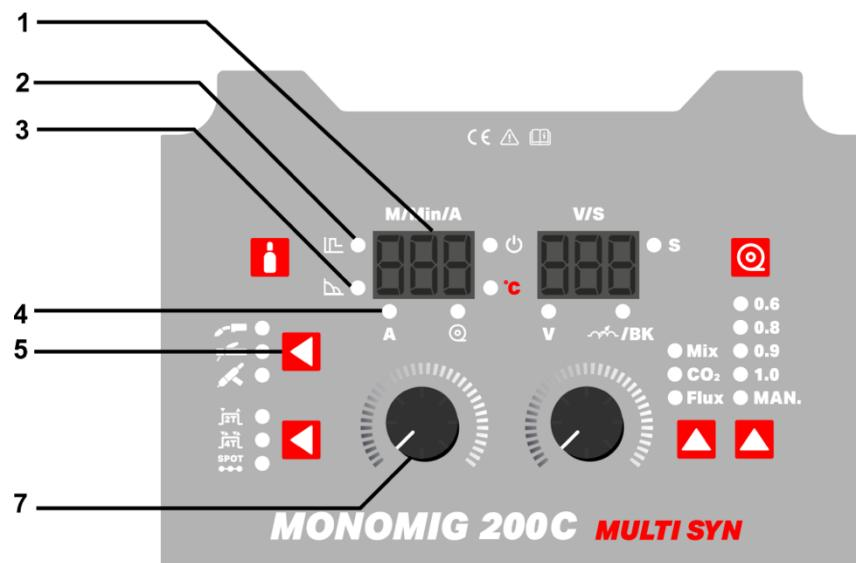

Fig.7
- Selecione soldadura MMA (eléctrodo revestido), pulsando a tecla 5 (Fig.7) até o led MMA acender.
- Regular a corrente de soldadura através do botão 7 (Fig.7) e a corrente desejada visualizara-se no display 1 (Fig.7). Durante a soldadura, este parâmetro está continuamente ativo (girando o botão 7 (Fig. 7), regula-se a corrente de soldadura).
- Selecionar Hot Start pressionando o botão 7 (Fig.7) até que o led 2 (Fig.7) acenda. Ajuste Hot Start - Para melhorar a ignição do arco, ajuste de 0 - 10 girando o botão 7 (Fig.7).
- Selecionar Arc Force pressionando o botão 7 (Fig.7) até que o led 3 (Fig.7) acenda. Ajuste o Arc Force - Para evitar que o eléctrodo cole à peça durante a soldadura, de 0 – 10, girando o botão 7 (Fig.7).